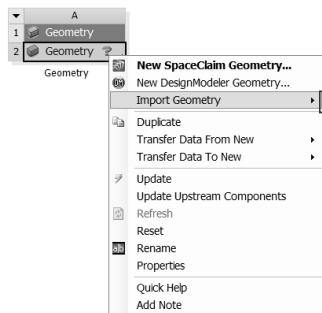

图 15-3 导入几何体
Step1 : 在 A2 Geometry 上右击, 在弹出的快捷菜单中选择 Import Geometry Browse 命令, 如图 15-3 所示, 此时会弹出“打开”对话框。